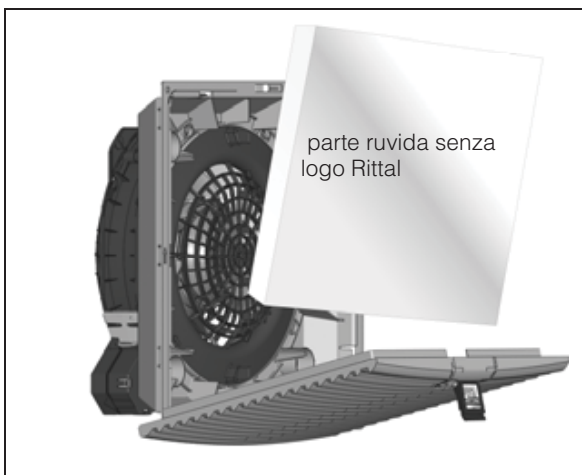

Fig. 7: Installazione dei feltri standard
- Il feltro standard deve essere applicato con la parte senza logo Rittal rivolta verso la ventola (v. fig. 7).